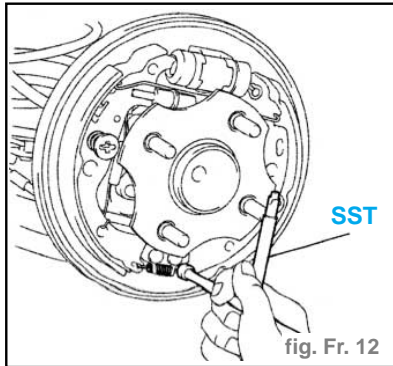

fig. Fr. 12
- Décrocher le ressort d'ancrage. (fig. Fr. 12)